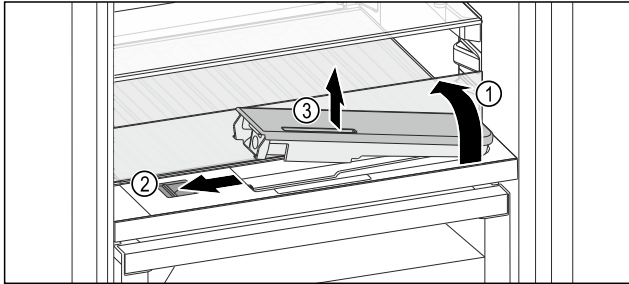

Fig. 124
- ▶ Glasplatte anheben und bis zum Anschlag nach hinten klappen Fig. 124 (1).
- ▶ Schieber Fig. 124 (2) nach links schieben.
- ▶ Wassertank entnehmen Fig. 124 (3).